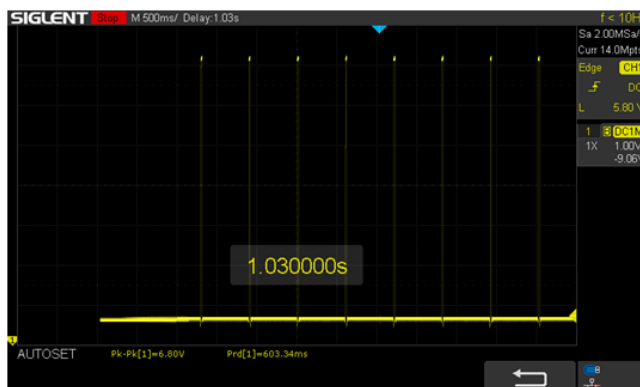

図 10
5. time division つまみの値を 500ms に変更せよ。ボールを電磁式球体ホルダーで保持し、[Single] ボタンを押すと、画面には何も見えなくなる。その後、コントロールボックスのスイッチを切断し、ボールを電磁式球体ホルダーから離せ。図 10 のようなフォトゲートからのパルスがオシロスコープのメモリに記録される。